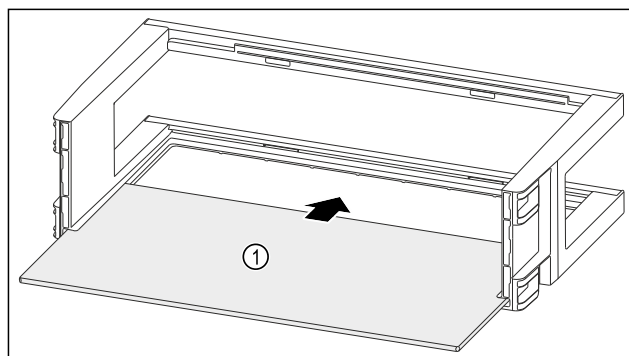

Fig. 145
- Insérer la tablette de rangement Fig. 145 (1) dans les évidements latéraux.